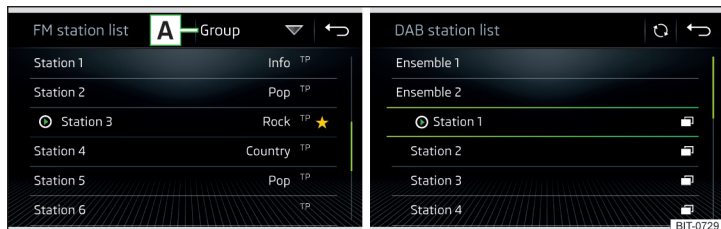

Fig. 184 Exemple de liste de stations disponibles FM/DAB
- ▶ Pour **trier** (FM) les stations dans l'ordre alphabétique, par groupe ou par genre, appuyez sur la touche **A** » fig. 184 » **!**.
- ▶ Pour **filtrer** les stations selon le type de programme (par ex. culture, musique, sport, etc.), dans la liste des stations FM (lorsque la fonction RDS est activée) et DAB (lorsque le tri alphabétique des stations est activé), appuyez sur la touche de fonction **A** » fig. 184.
- ▶ Pour la mise à jour automatique, **appuyez** sur la touche \odot » fig. 184.